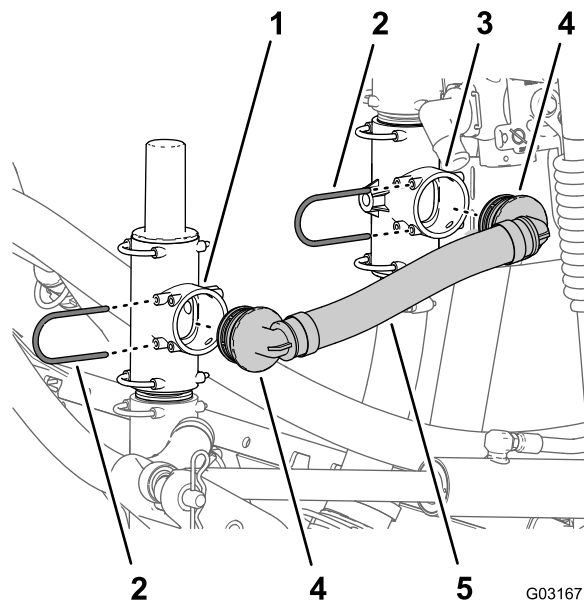

Bild 224
1. Fluchten Sie das 90°-Anschlussstück des Druckentlastungsschlauchs (Toro Bestellnummer 131-9647) mit dem offenen Anschluss des Druckentlastungsventils aus und setzen Sie das 90°-Anschlussstück ein, bis es fest im T-Anschlussstück sitzt (Bild 224).
2. Befestigen Sie das gezahnte 90°-Anschlussstück mit dem Halter (Bild 224), den Sie in Schritt 1 in Befestigen der schwenkbaren Schlauchtrommel an der Verteilerbefestigung \(Seite 88\) entfernt haben, am Druckentlastungsventil.
3. Fluchten Sie das 90°-Anschlussstück des Druckentlastungsschlauchs (Toro Bestellnummer 131-9647) mit dem offenen Anschluss des unteren T-Anschlussstückes aus und setzen Sie das 90°-Anschlussstück ein, bis es fest im T-Anschlussstück sitzt (Bild 224).
5. Befestigen Sie das gerade gezahnte Anschlussstück mit einem Halter (Toro Bestellnummer 131-0235) am Flüssigkeitsabstellventil (**Bild 224**).